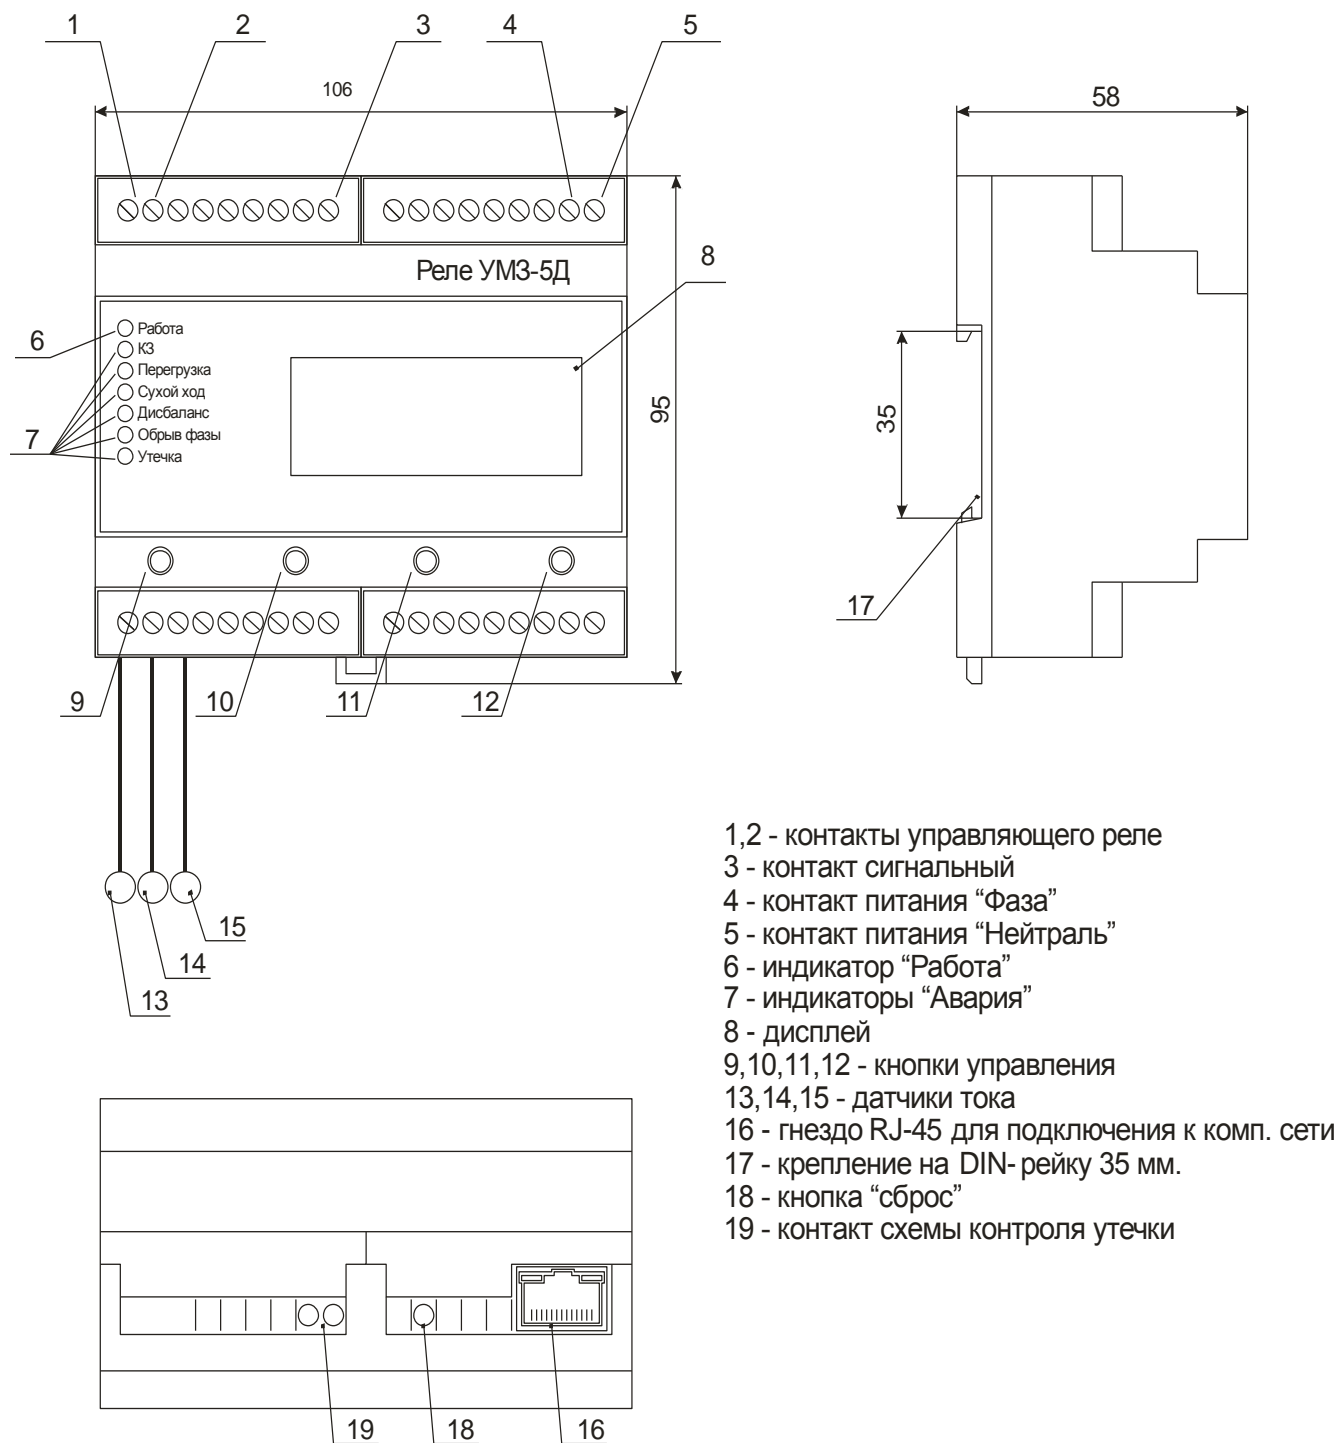

Рисунок 4 – внешний вид реле, расположение его органов индикации и управления
8.1 Соедините вилку RJ-45 кабеля UTP (витая пара) сети Ethernet с розеткой 16 прибора (рис. 4), интерфейс устройства совместим со стандартом IEEE 802.3, 10BASE-T порт с автоматическим обнаружением полярности и коррекцией.
8.2 Свечение зеленого светодиода на разъеме RJ-45 прибора (рис.4) свидетельствует о целостности кабеля и наличии связи с коммутатором (или компьютером), желтый светодиод сигнализирует о сетевой активности.